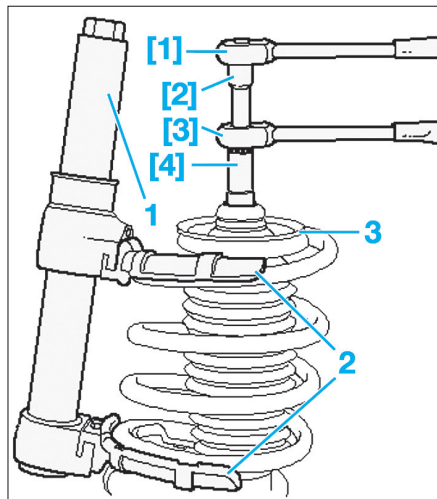

Fig. 9
- A l'aide d'un compresseur de ressort universel (1) munis de coupelles appropriées (2), comprimer le ressort jusqu'à ce que la coupelle supérieure (3) du ressort soit libre (Fig.9).
*Veiller à ce que le ressort soit bien positionné sur le compresseur de ressort universel (1).*